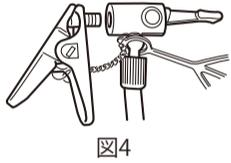

図4
- 1 口金の口金レバーが図4のおきていることを確認し、英式バルブ用トンボ口金を差し込みます